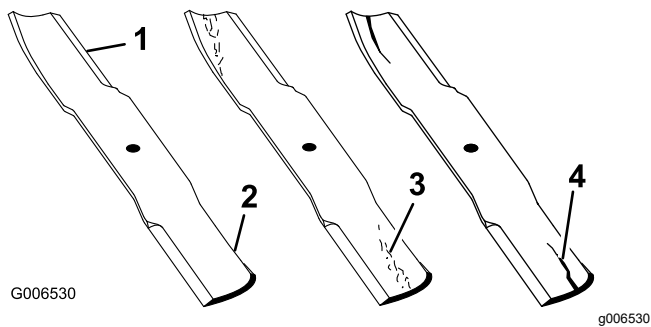

Figura 68
1. Controllate i taglienti (Figura 68).
4. Se notate la formazione di crepe, usura o una fessura in quest'area, montate immediatamente una lama nuova (Figura 68).